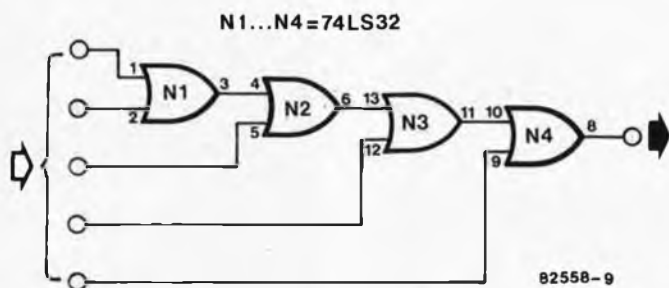

Figure 9. Une porte NOR à cinq entrées pourra combiner les différents signaux OPACK lorsqu'on utilise quatre programmeurs.
• un (ou plus-quatre max.-) programmeur est nécessaire (voir chapitre 21 du livre consacré à l'O.J.T.V.). Les connexions à effectuer avec la carte principale y sont également décrites. Si l'on utilise plusieurs programmeurs, les entrées OPACK devront être combinées par une porte OR à entrées multiples (voir figure 9).